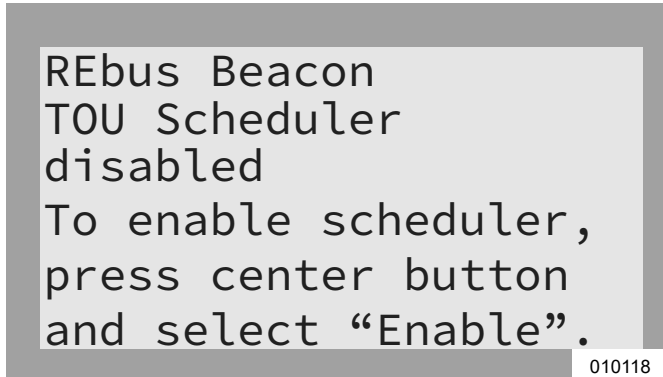

Figure 6-22. Activer l'horaire TOU (1 de 2)
1. Voir Figure 6-22. Aller à la page REbus Beacon et appuyer sur la touche centrale pour accéder au menu de ce dispositif.